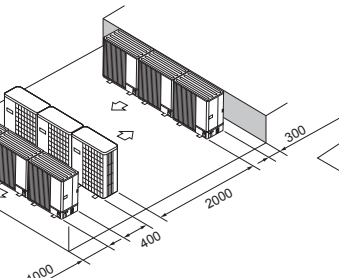

Fig. 2-17
- (6) Disposição de várias unidades em paralelo (Fig. 2-17)